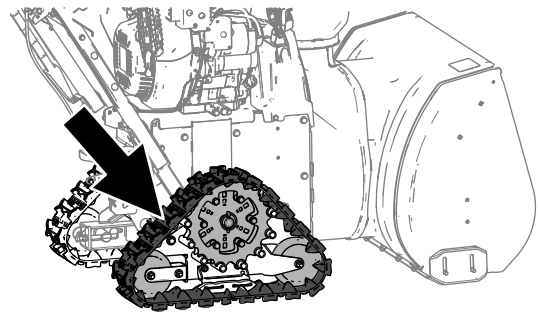

Figura 25
2. Aplique 44 N de fuerza entre el rodillo central y el trasero (Figura 25).